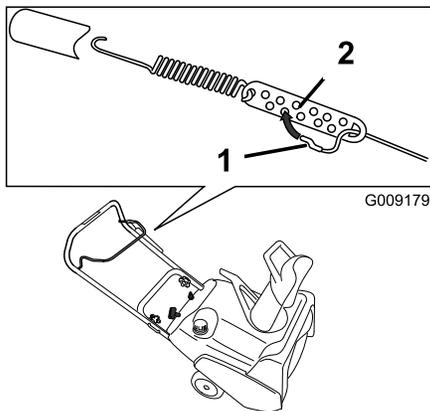

Figure 22
2. Accrochez le raccord en Z à un trou plus haut ou plus bas sur la biellette de réglage de manière à obtenir un écart de 2 à 3 mm (1/16 à 1/8") entre la barre de commande et le guidon (Figure 22).